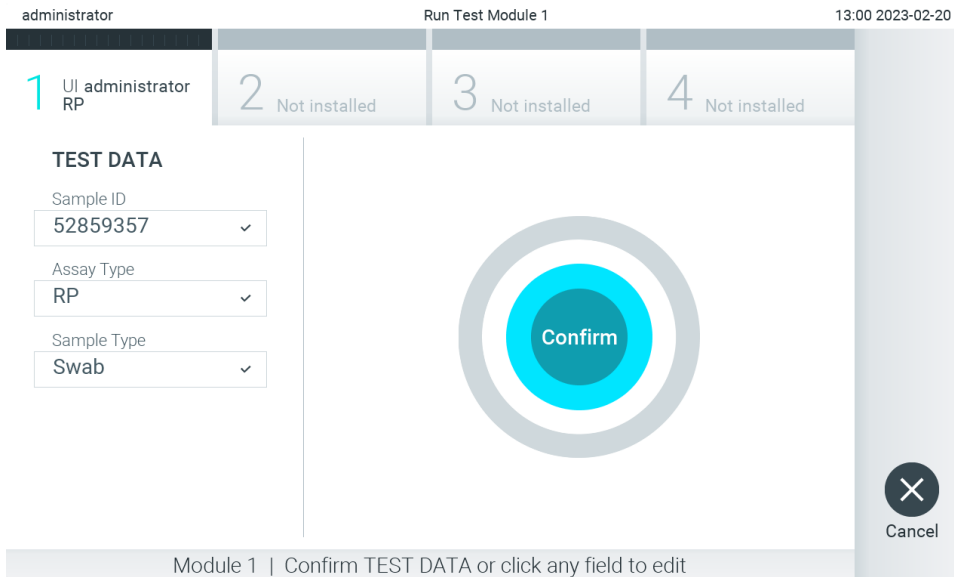

Abbildung 26. Bildschirm Confirm (Bestätigen).
5. Der Bildschirm Confirm (Bestätigen) wird angezeigt. Überprüfen Sie die eingegebenen Daten und nehmen Sie die erforderlichen Änderungen vor, indem Sie auf die relevanten Felder auf dem Touchscreen drücken und die Informationen bearbeiten (Abbildung 26).